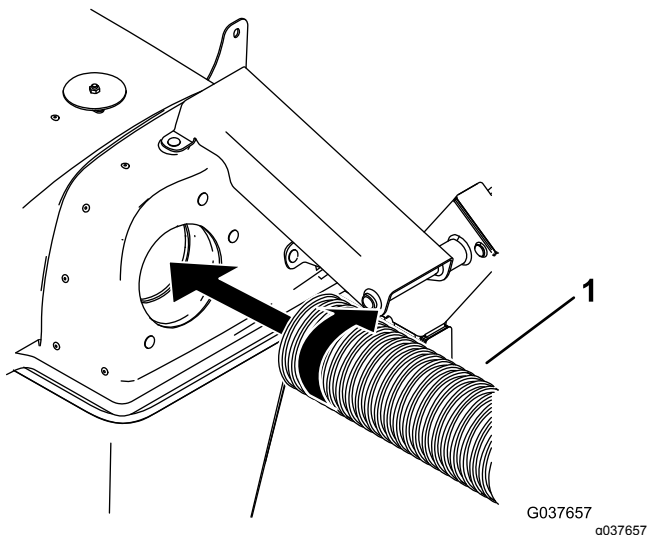

Bild 19
1. Schrauben Sie ein Ende des Rohrs in die Abdeckung, bis es ungefähr eine Biegung von 90 Grad vom Gebläse hat und fest sitzt (Bild 19).